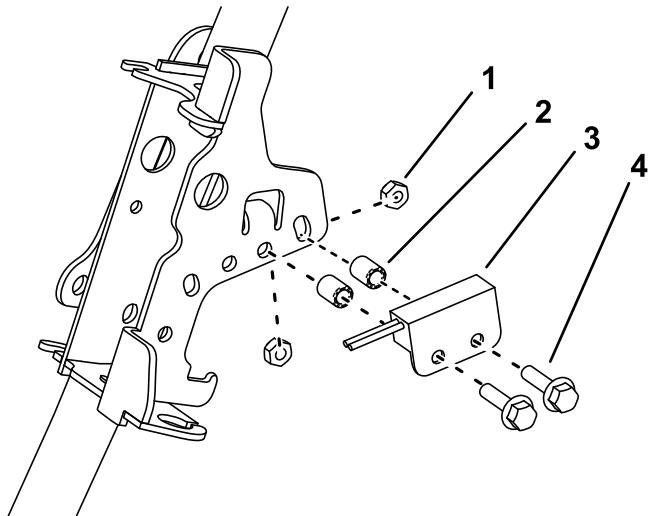

图11
- 使用之前卸下的紧固件将接近开关安装到牵引支架上确保传感器顶部与牵引手柄底部之间的距离介于 1.5mm-2.3mm 图11。